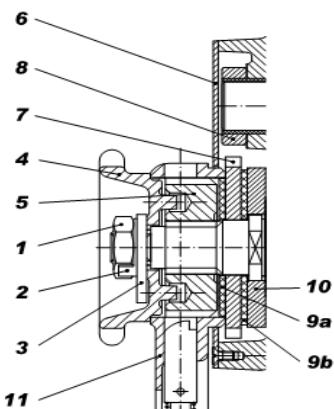

Рис. 8 Монтаж тормоза.
Ослабьте шайбы (2) и снимите гайку (1). Снимите шайбу (2) и упор (3), ручное колесо (4), колесо (5) и ручной рычаг (11). Снимите кожух (6) и тормозной вкладыш (9а), рогатку (7), и тормозной вкладыш (9б) и шайбу (10). Смонтируйте. (рис. 8)
Снимите гайку (1) снимите и поверните упор (3) чтобы между зубом (2А или 2В) был угол 50 градусов. В случае не возможности достичь требуемого, рис. 8. Регулировка тормоза снимите ручное колесо (4), затем поверните таким образом, чтобы между упором (3) и некоторым из зубов (2А или 2В) был требованный угол. Проведите испытание тормоза.
3. Проверьте тормозные колодки, собачку и рогатку, (детали 9а, 9в, 7 и 10 на рис. 8), очистите.